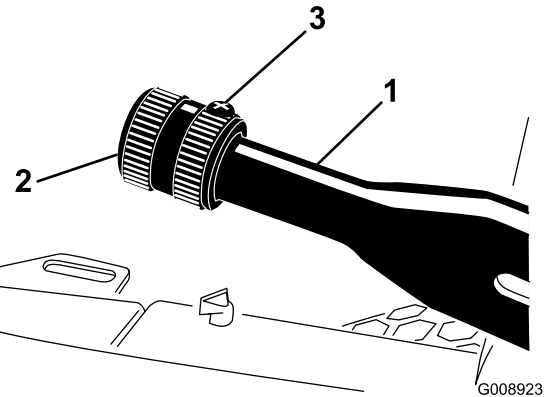

Figura 54
1. Desaperte o parafuso de afinação que fixa o manípulo à alavanca do travão de mão (Figura 54).